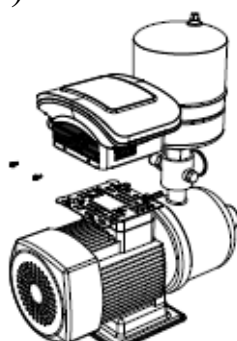

**Рисунок 1**
1. Снимите металлическую пластину с частотного преобразователя (смотрите рисунок 1).